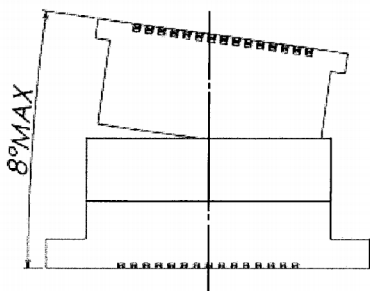
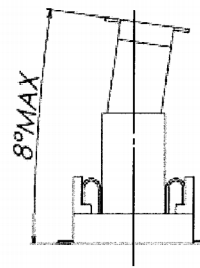

図 1/ Fig.1
図 2/ Fig.2
- ・誘い込み時の角度は図1～図2 になりますので、記載角度以下で位置決めをして下さい。
/Figure 1 and 2 show guiding angle. Please locate it below the described angle.